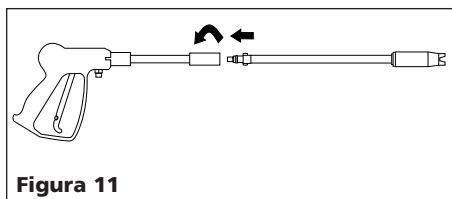

Figura 11
3. Conecte la varilla de extensión a la pistola y gírela en el mismo sentido de las agujas del reloj hasta que calce, tal como se muestra en la Figura 11.